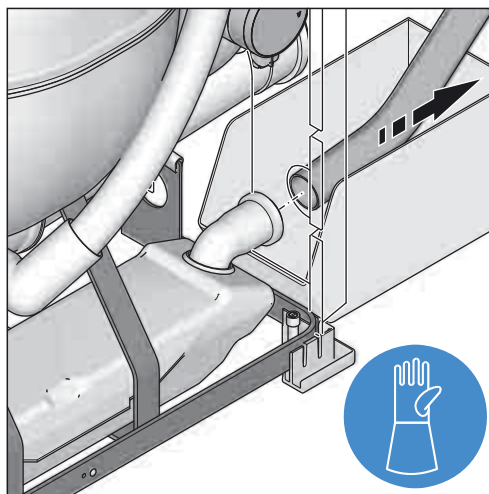

Figura 9-7 Distacco del flessibile di collegamento
4. Collocare un recipiente di raccolta sotto il raccordo del flessibile. Rimuovere il tubo flessibile di collegamento dalla scatola della condensa. (figura 9-7).